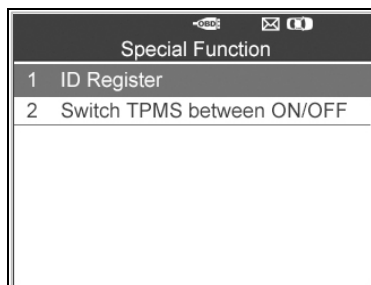

Figure 4.39
- 2) L'outil affiche une liste des fonctions spéciales disponibles pour le véhicule testé. (Figure 4.39).
- 3) Pour commuter manuellement le système TPM en fonction/hors fonction, utiliser le bouton de défilement **vers le haut/vers le bas** pour sélectionner **Commuter le TPMS en fonction/hors fonction** et appuyer sur le bouton **Y**. (Figure 4.39)